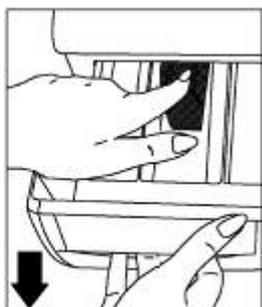

Fig 15
- Levantar a parte da frente da gaveta e continuar a puxar até que saia (Fig.15)
Retirar a gaveta de detergentes. Retirar a tampa do sifão (Fig.15) e limpar muito bem os resíduos de amaciador. Limpar e voltar a colocar a tampa. Verificar se está tudo nos seus devidos lugares.